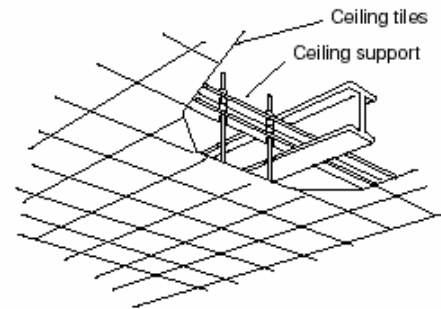

Fig. 9
- utilisez les supports pour plafond ou fabriquez un support adéquat en procédant de la manière illustrée à la figure 9.